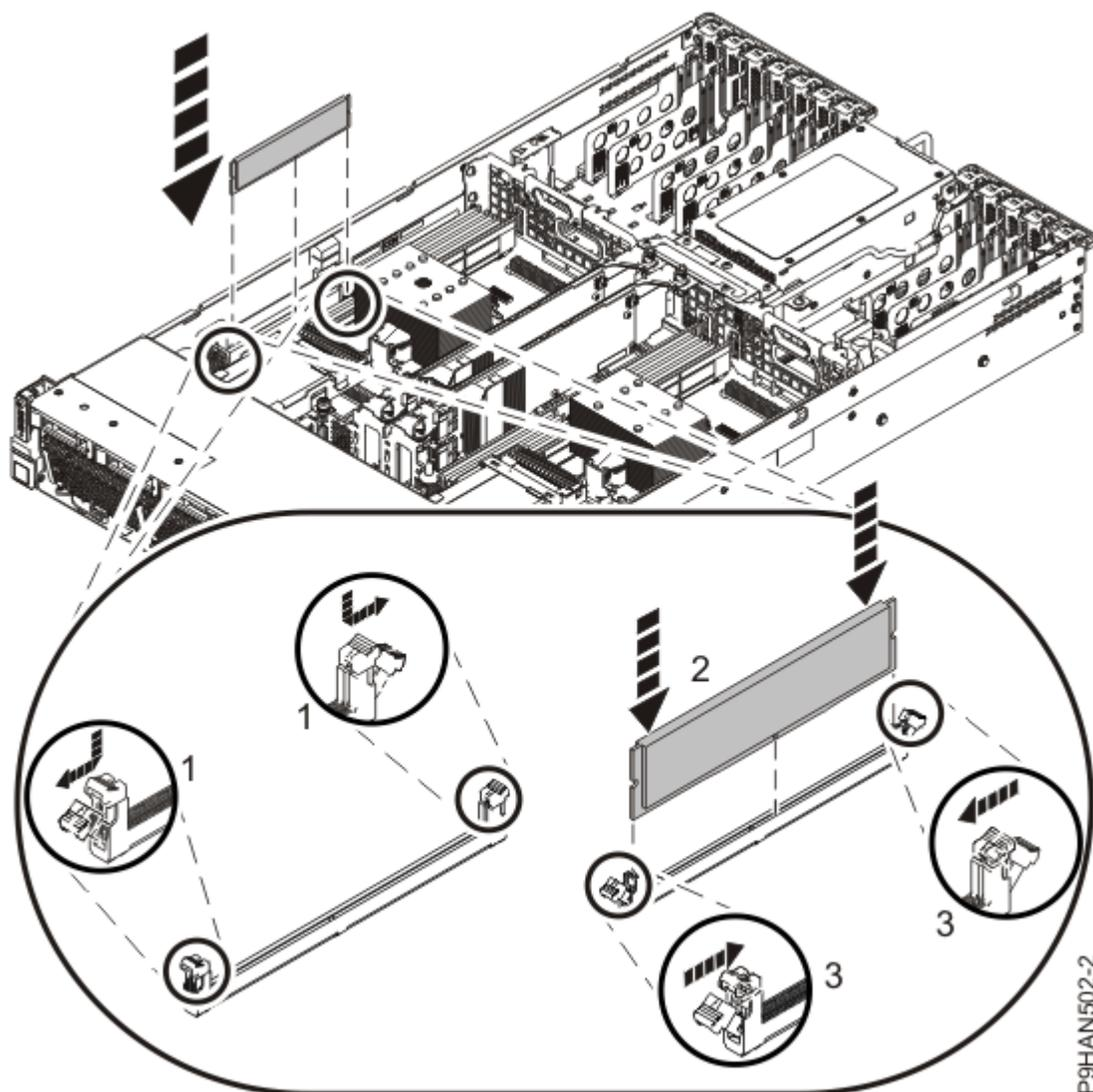

図 22. メモリー・モジュールの再取り付け
4. メモリー・モジュール コネクターのロッキング・タブが開いていることを確認します。ロッキング・タブが所定の位置にロックするまで、メモリー・モジュールをまっすぐ下にゆっくり押して、スロットにしっかり入れます。30 ページの図 22 を参照してください。